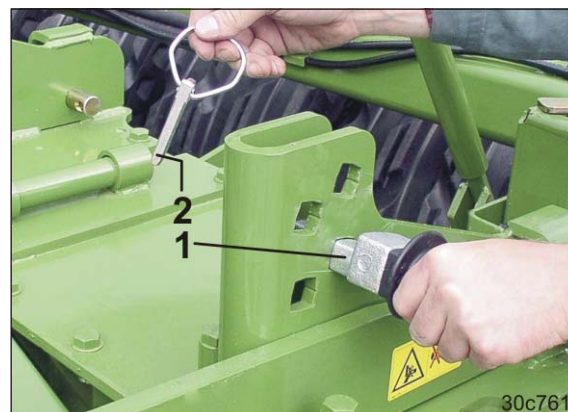

Рис. 114
3. Вставьте пальцы регулировки глубины (Рис. 114/1):
- o чем выше регулировочный палец (Рис. 114/1) установлен в регулировочном сегменте.
4. Зафиксируйте пальцы регулировки глубины пружинными фиксаторами (Рис. 114/2).
После каждой перестановки фиксируйте палец регулировки глубины пружинным фиксатором (Рис. 114/2).